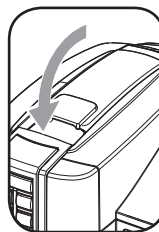

Fig.3
- 4- Abbassare la leva per chiudere il vano capsula (Fig.3).